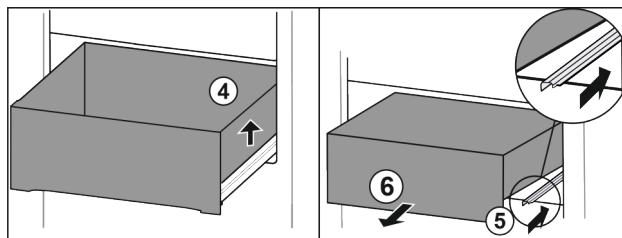

Fig. 13
- Nadvhnite zásuvku doprava. Fig. 13 (4)
- Zasuňte pravú koľajničku. Fig. 13 (5)
- Odoberte zásuvku dopredu. Fig. 13 (6)